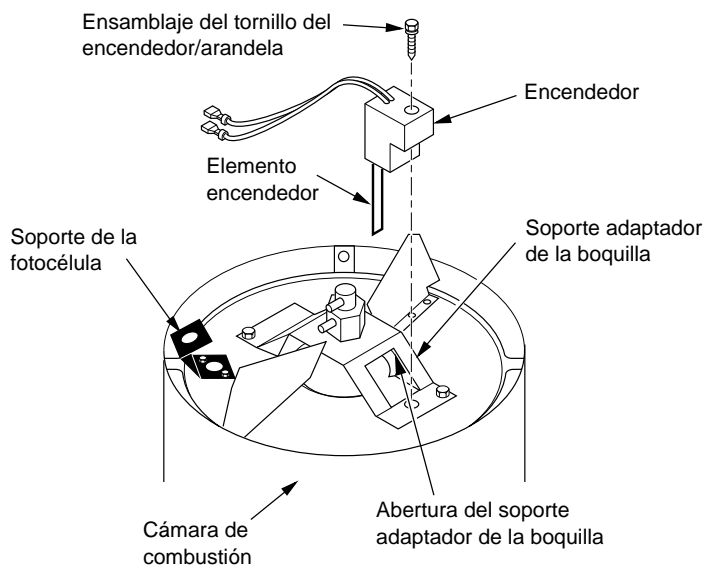

Figura 13 - Reemplazo del encendedor (se muestran modelos 125T, 170T)
6. Desmonte la cámara de combustión. Coloque la cámara de combustión sobre un lado, con el lado del soporte adaptador de la boquilla hacia arriba (consulte la figura 13).
9. Guíe cuidadosamente el encendedor dentro de la abertura en el soporte adaptador de la boquilla. No golpee el elemento encendedor. Conecte el encendedor al soporte adaptador de la boquilla con el tornillo utilizando un sacatuercas de 1/4 pulgadas (consulte la figura 13). Apriete de 0,90 a 1,69 N-m (8 a 15 pulg-lb). No apriete demasiado.